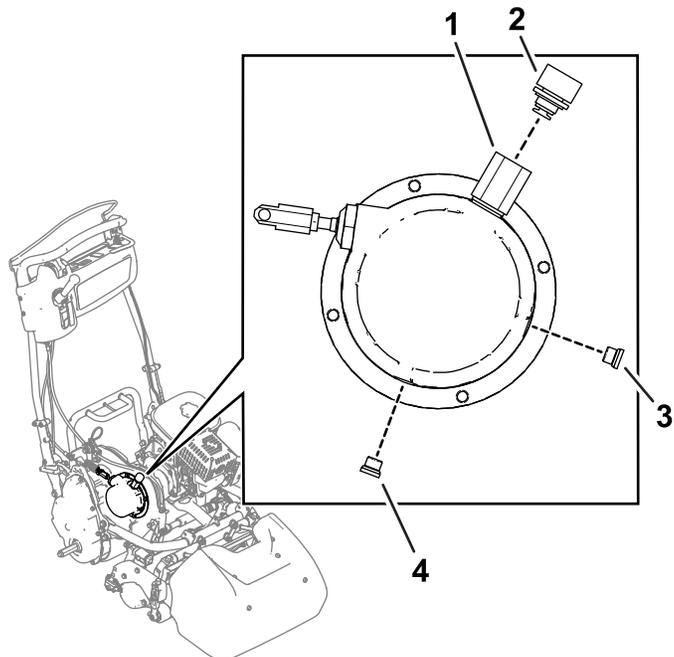

図 48
1. トランスミッションアセンブリのブリーザについている通気口を外す 図 48。
2. ドレンプラグ 図 48 を外してトランスミッションハウジングからオイルを排出する。
6. レベルプラグ 図 48 を外してオイルの量を確認する。